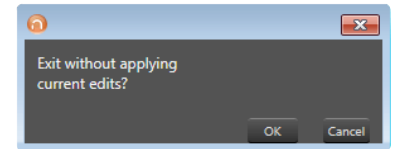

图27: 确认窗口
注意：如已完成对NetSetter的编辑且需退出程序，图27所示的确认窗口将弹出。单击**确定 (OK)** 将在下次打开NetSetter时应用该编辑。单击**取消 (Cancel)** 将返回程序。